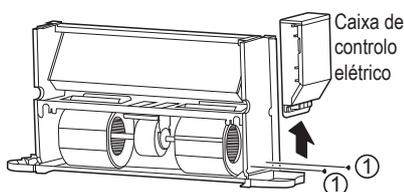

Figura 4-7 Remoção da caixa de controlo eléctrico
- Como mostrado na Figura 4-7, remova os parafusos ① \*2 para remover a caixa de controlo eléctrico.